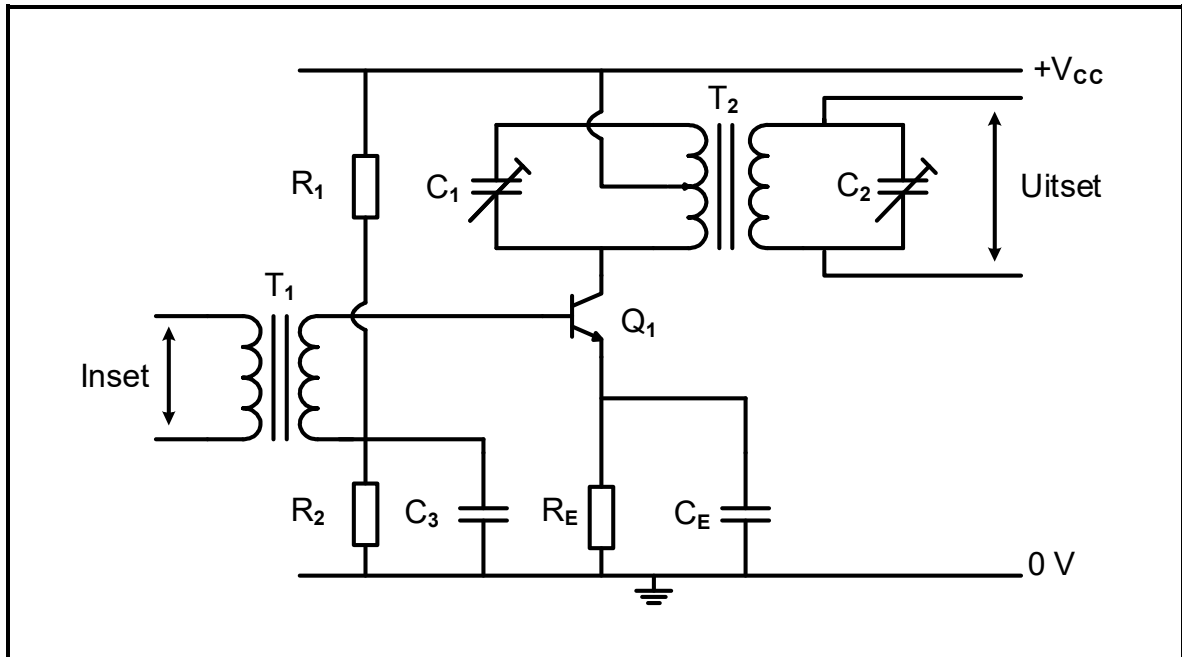

**FIGUUR 6.7: BALANSVERSTERKER**
6.7 Verwys na FIGUUR 6.7 hieronder en beantwoord die vrae wat volg
- 6.7.1 Noem watter ander toestel, in plaas van die luidspreker, in FIGUUR 6.7 hierbo gekoppel kan word. (1)